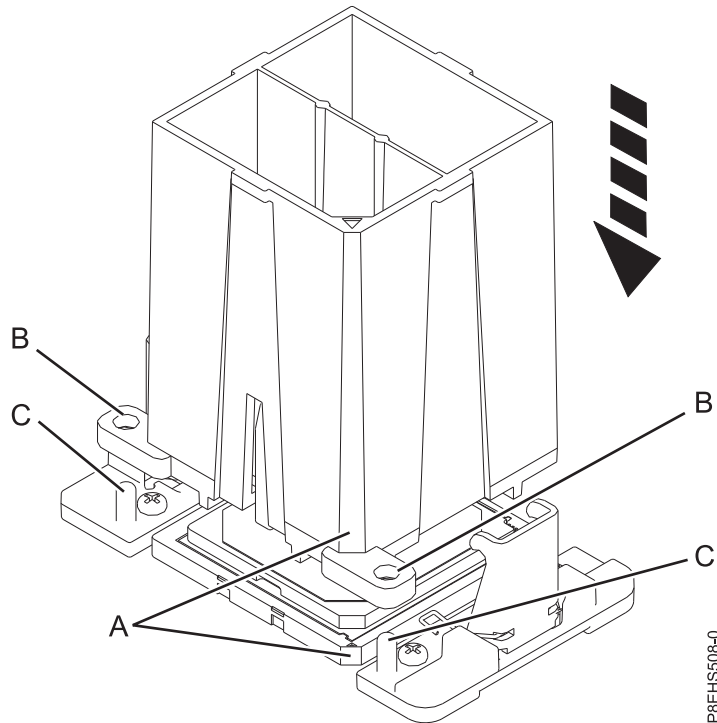

Figura 158. Cómo bajar la herramienta de extracción en el módulo del procesador del sistema
- a. Utilizando la herramienta de extracción suministrada (número de pieza 01AF101), alinee la esquina biselada (**A**) de la herramienta sobre la esquina biselada del módulo del procesador del sistema tal como se muestra en Figura 158 en la página 142.